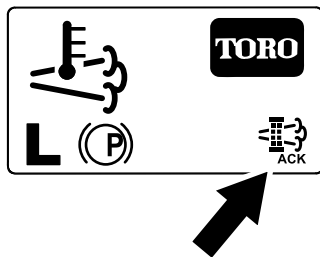

Figura 60
8. O InfoCenter apresenta o Ecrã inicial e o ícone de confirmação da regeneração (Figura 60) surge no canto inferior direito do ecrã enquanto a regeneração é processada.